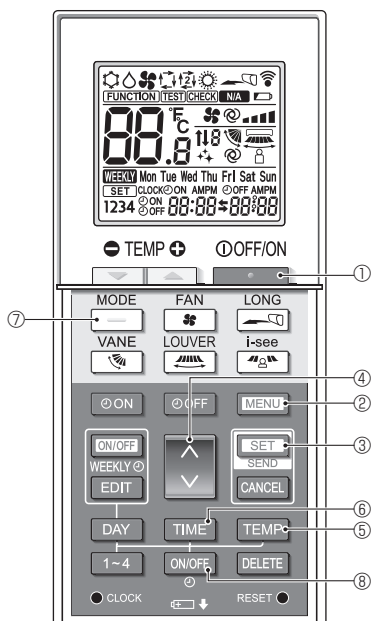
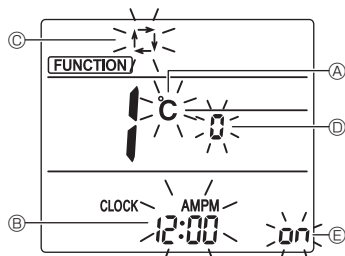

Fig. 7-9
Fig. 7-10
1. Appuyez sur la touche **TEMP** ① pour arrêter le climatiseur.
2. Appuyez sur la touche **MENU** ②.
- L'écran Réglage des fonctions s'affiche et le n° de la fonction ③ clignote. (Fig. 7-9)
- Appuyez sur la touche **▲** ④ pour changer le n° de fonction.
3. Vérifiez que la fonction n° "1" est affichée puis appuyez sur la touche **SET** ③.
- L'écran de réglage de l'affichage s'affiche. (Fig. 7-10)